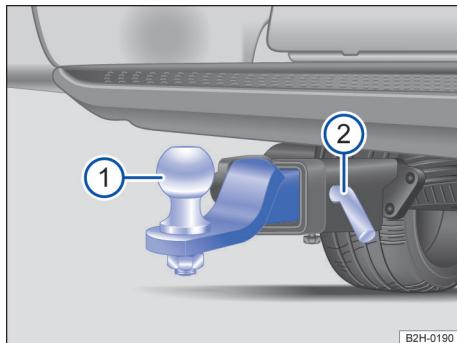

Fig. 135 Sob o para-choque traseiro: montar a rótula de engate.
- Empurrar a rótula de engate  Fig. 135 ① até o batente no alojamento.
- Puxar o pino de travamento  Fig. 135 ② do batente .
- Remover a cabeça esférica ① do alojamento.